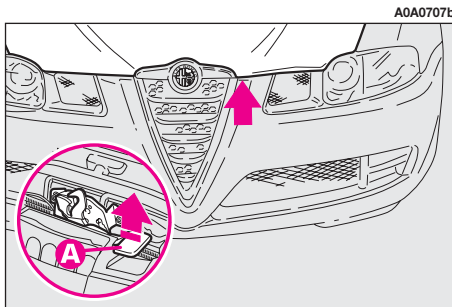

fig. 147
- premere verso l'alto la levetta (**A-fig. 147**) del dispositivo di sicurezza.